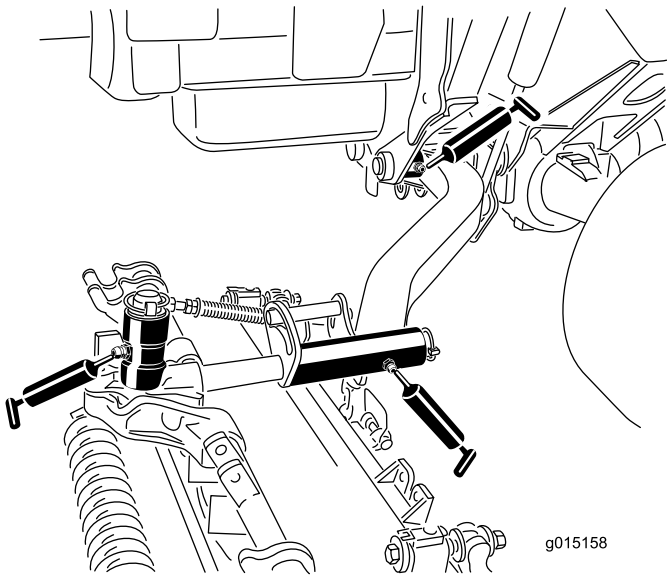

图 50
- 提升臂枢轴轴套每个滚刀组 1 个 (图 50)
- 滚刀组承载架每个滚刀组 2 个 (图 50)
- 滚刀组提升臂枢轴每个滚刀组 1 个 (图 50)